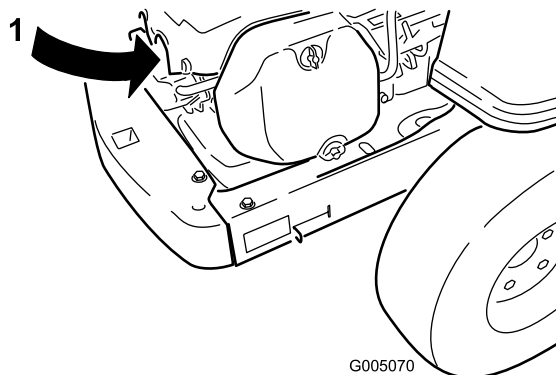

Figura 31
2. Staccate il cappellotto della candela (Figura 31). Pulite intorno alla candela per evitare che la morchia penetri nel motore e lo danneggi.
3. Collegate il cappellotto alla candela (Figura 31).